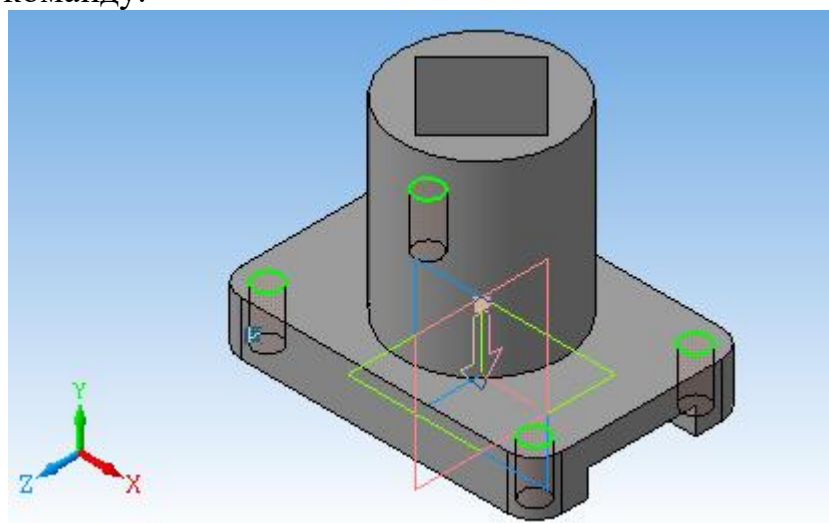

Рис. 8.18
15. Вибрати команду  *Редагування деталі* -  *Вирізати видавлюванням*. На Панелі властивостей вибрати *Через все* (рис. 8.18). Зафіксувати команду.